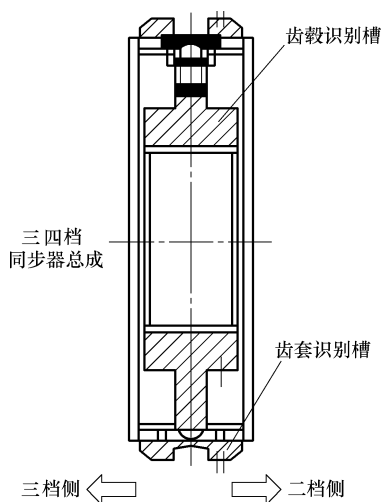

图 3-65 三四档同步器齿套、齿套识别槽
2) 安装三四档同步器总成如图 3-65 所示，三四档同步器齿毂上有识别槽的一边朝四档方向，无识别槽的一边朝三档方向。